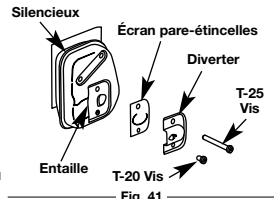

Fig. 41
2. Avec un tournevis plat ou une douille Torx T-20 et T-25, dévissez les vis attachant la couverture du pare-étincelles au pot d'échappement. (Fig. 41).